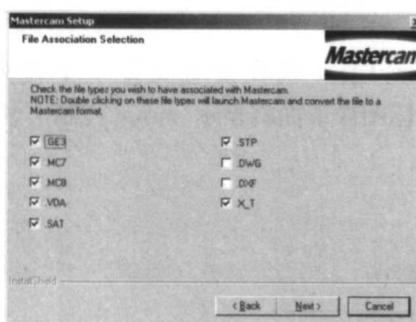

图 1-23
(15) 显示 File Association Selection (文件相关性选择) 对话框，如图 1-23 所示，Mastercam 9 自动勾选选项，单击“Next”（下一步）按钮。